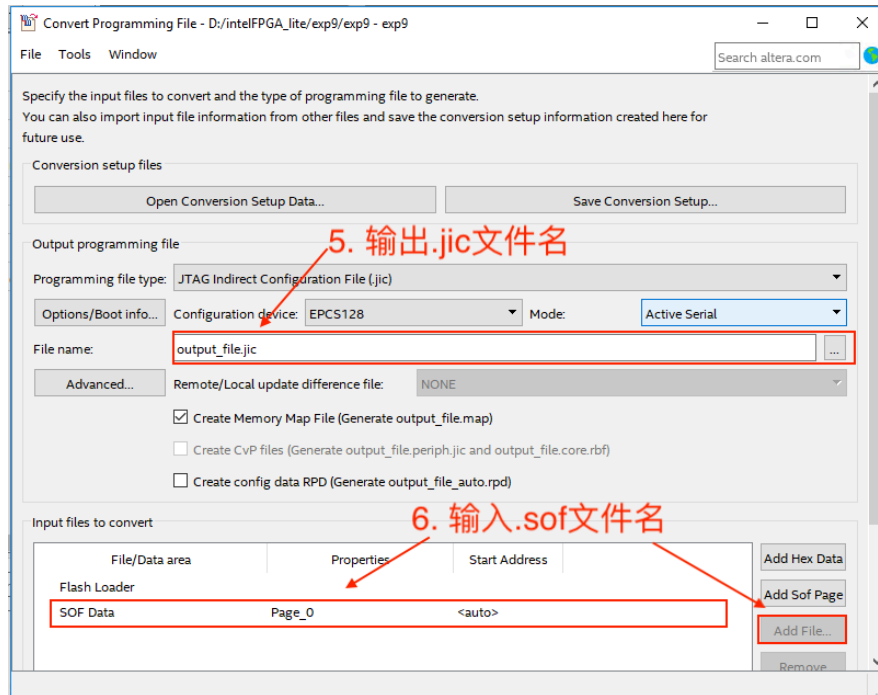

图 1-2: 文件转换配置界面完成第 4 步
4. 编程模式：在 **Mode** 中选择 **Active Serial**。如图 1-2 所示。